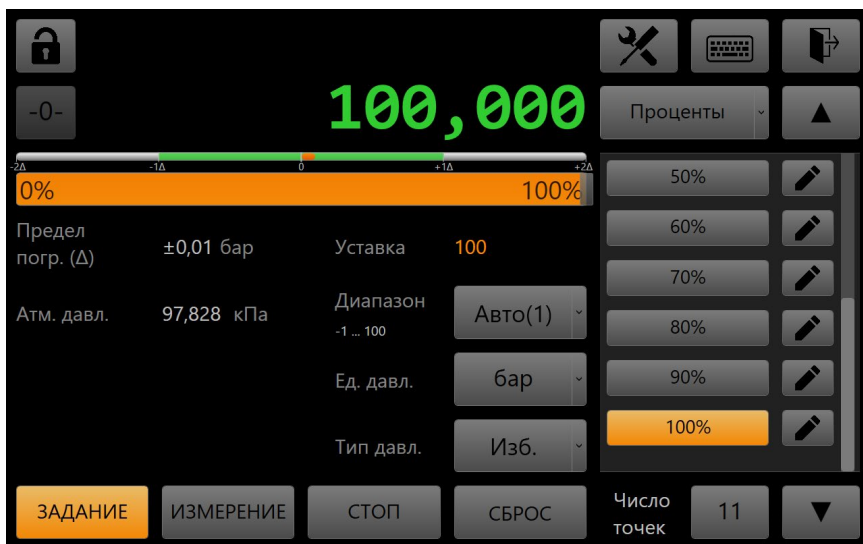

Рис. 7. Ввод уставки по процентам
2.3.2.3 По нажатию кнопки  появляется меню типа ввода уставки с пунктами: **Ручной ввод**, **Задан. процент**, **Программа**. Цифровая клавиатура ввода соответствует пункту **Ручной ввод**. При выборе типа ввода **Задан. процент** цифровая панель ввода принимает следующий вид (Рис. 7).